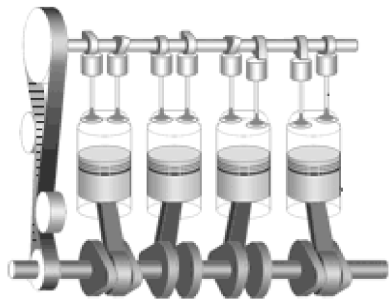

图 2-13 单顶置凸轮轴发动机
1) SOHC (Single Overhead Camshaft) 是指单顶置凸轮轴发动机。如图 2-13 所示，它在气缸盖上用一根凸轮轴直接驱动进、排气门，适用于高速发动机。